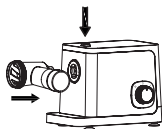

Рис. 1
- Вставьте головку мясорубки (7) в установочное место (4), нажмите на кнопку фиксатора (3) и поверните головку мясорубки (7) против часовой стрелки до фиксации (рис. 1, 2).